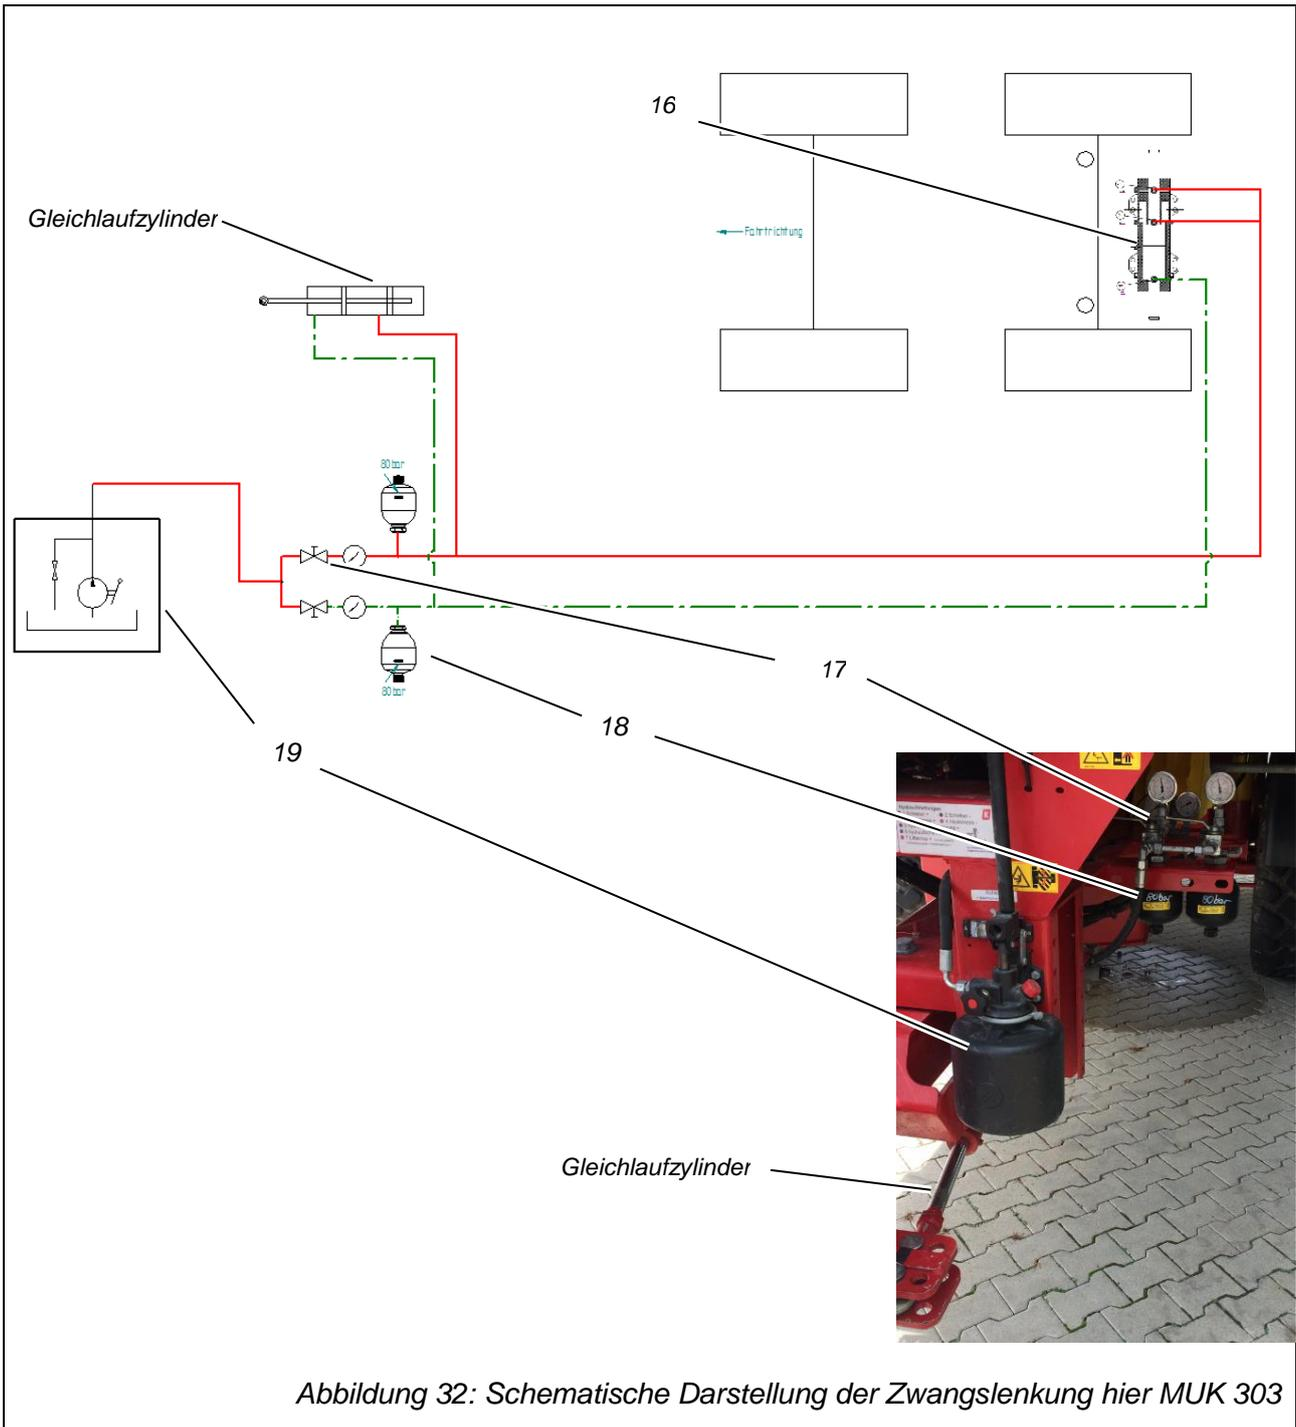

Abbildung 32: Schematische Darstellung der Zwangslenkung hier MUK 303
- ⇒ Öffnen Sie hierzu alle Absperrhähne (17)
- ⇒ Die rote Leitung und grüne Leitung in Abbildung 32 sind nun verbunden.
- ⇒ Schließen Sie die Absperrhähne (17).